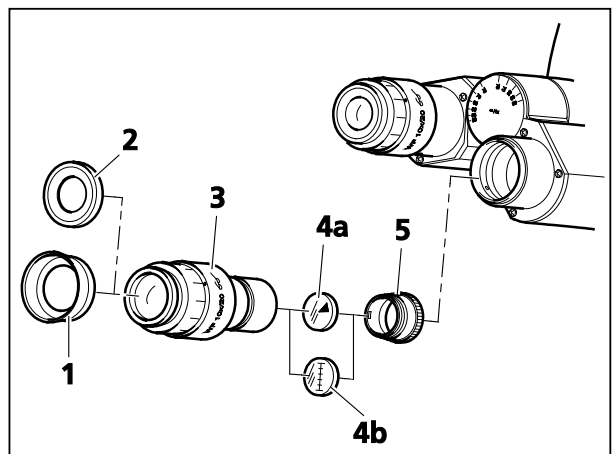

Bild 32 Okularzeiger oder Okularmikrometer einsetzen
Die Okulare (Bild 32/3) können mit umstülpbaren Augenmuscheln aus Gummi versehen werden (Bild 32/1: auseinander gezogen; Bild 32/2: umgestülpt). Die Augenmuscheln werden zu den Okularen mitgeliefert, sind jedoch nicht montiert.
- Blendenteil (Bild 32/5) von Hand aus dem Okular heraus schrauben.
- Okularzeiger (Bild 32/4a) oder Okularmikrometer (Bild 32/4b) in das Okular einlegen (die beschichtete Seite zeigt in Richtung Auge des Betrachters).
- Mit dem Stelling des Okulars (Bild 32/3) die keilförmige Figur des Okularzeigers scharfstellen.